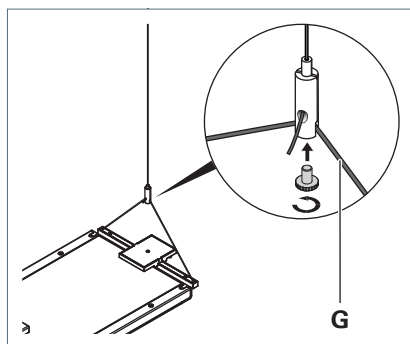

Fig. 12: Fixer le luminaire intermédiaire ou de fin à l'attache de câble.
- Insérez le câble métallique **G** du luminaire dans l'attache de câble, voir Fig. 12.